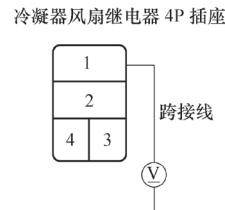

图 5-111 测量冷凝器风扇继电器 4P 插座的 1 号端子和车身搭铁之间的电压
- 3) 如图 5-111 所示，测量冷凝器风扇继电器 4P 插座的 1 号端子和车身搭铁之间的电压，检查是否为蓄电池电压。如果不是，更换发动机
3) 测量冷凝器低速继电器 4P 插座的 1 号端子和车身搭铁之间的电压（图 5-111），检查是否为蓄电池电压。如果不是，更换发动机舱盖下熔丝 / 继电器盒；如果是，进行下一步。